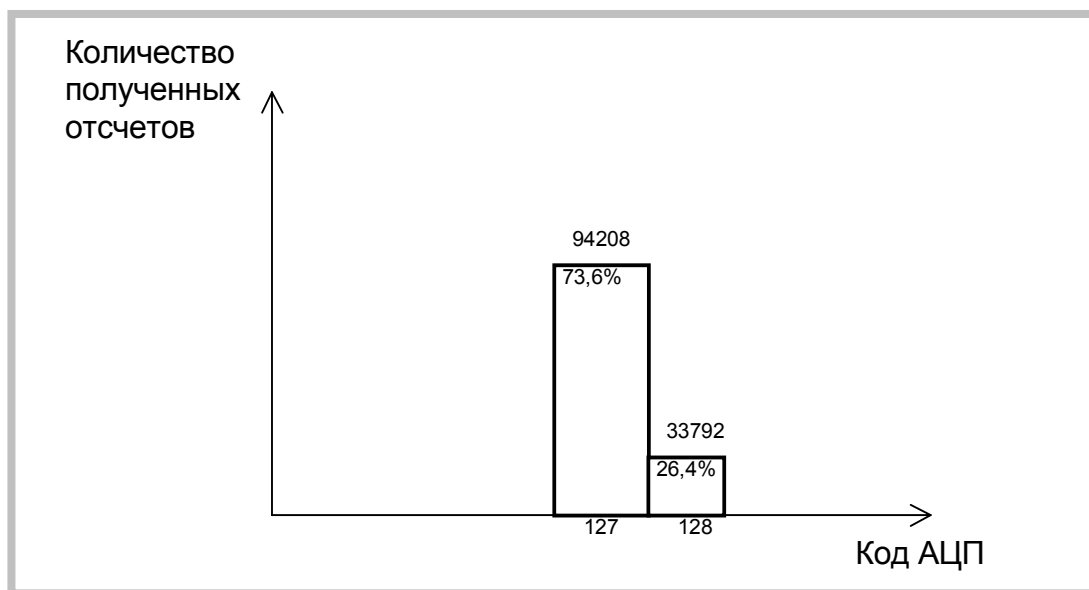

Рисунок 20. Статистика результатов данных 7
- 7) Диапазон входного сигнала АЦП платы ЛА-н10М6 $\pm 2,5\text{В}$. Частота запуска АЦП - 50МГц. Число собранных отсчетов 128000 (Рисунок 20).